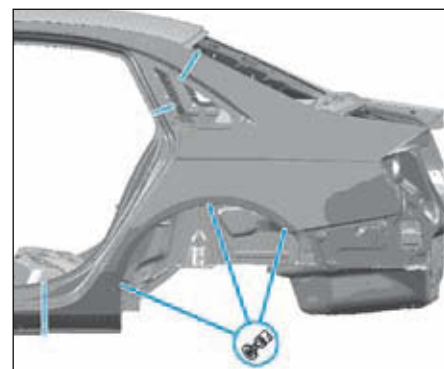

FIG.109
- Sectionner l'arête extérieure du passage de roue à l'aide de la meuleuse (Fig.109).